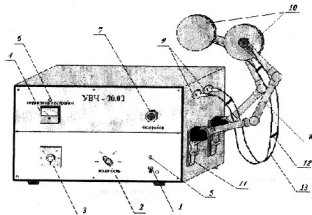

Рисунок 1. Общий вид аппарата для УВЧ-терапии переносный УВЧ-30.03-«НдЭМА».
- 4.6. На лицевой панели аппарата (рис. 1) расположены:
- 6.5. Установите тумблер 1 СЕТЬ и ручку переключателя 2 МОЩНОСТЬ в выключенное положение «0» (см. рисунок 1).